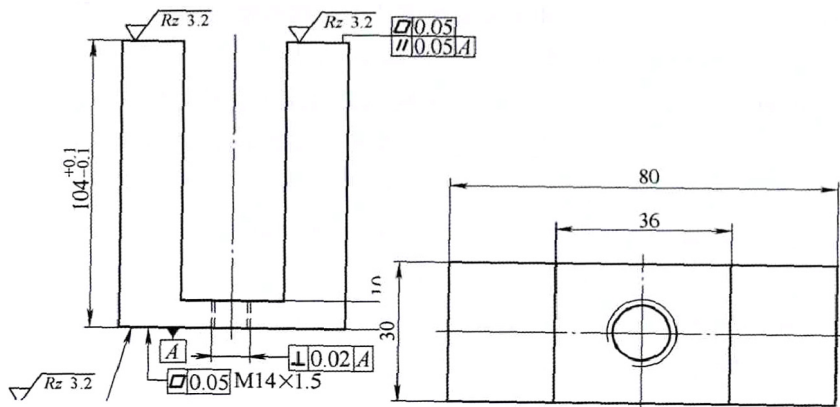

图5 移动支撑块
(4) 移动支撑块 该夹具移动支撑块是用来支撑顶盖压装高强度螺栓的，移动支撑块可随本体滑槽内连接滑块自由移动，当压装高强度螺栓时，其移动至后顶盖下面，即可完成支撑。其结构如图5所示，特点如下：